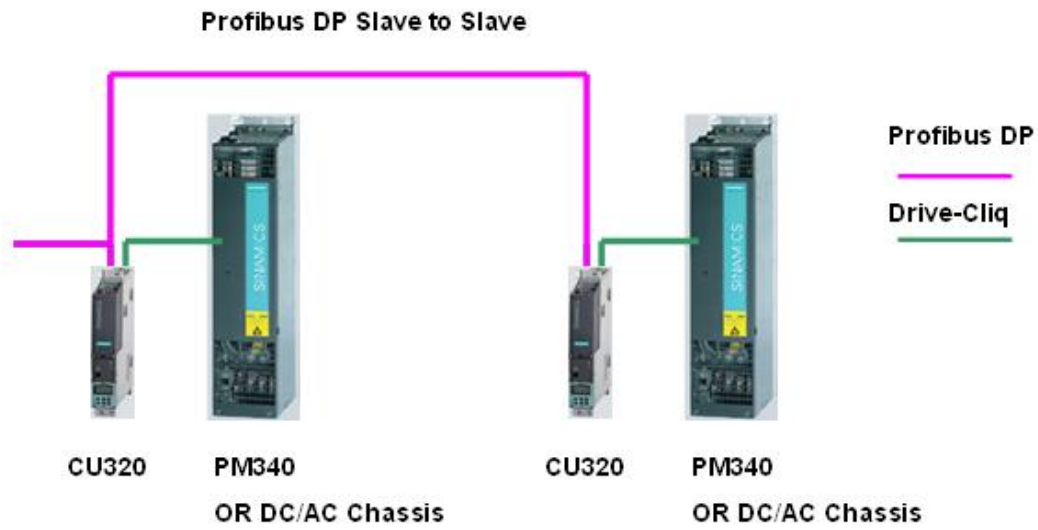

图 5
- a. PROFIBUS DP 连接到 PLC 上（见图 5），此时可以借助 PROFIBUS DP 的 SLAVE TO SLAVE 通讯，实现两个 S120 设备之间的数据交换，具体操作说明请参考下面链接：